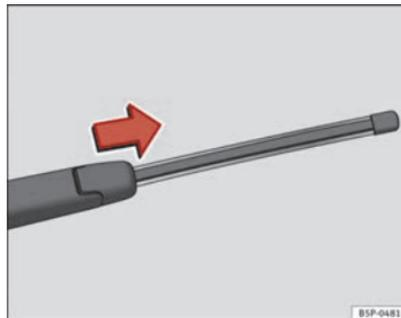

Fig. 169 Retirar a escova do limpa-vidros traseiro
- Afaste o braço do limpa-vidros traseiro do vidro ⇒ Fig. 169
- Deslizar o adaptador da escova na direcção da seta e retirar a escova ⇒ Fig. 169.